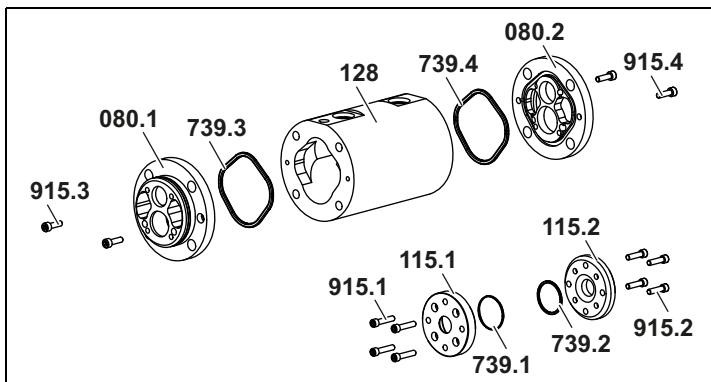

Abb. 12
- Komplettierung bestehend aus Zylinderschrauben **915.1/915.2**, Flanschen **115.1/115.2** und Dichtungen **739.1/739.2** entfernt. Übersicht siehe Abb. 12, Seite 35
1. Zylinderschrauben **915.3** und **915.4** entfernen, Lagerdeckel **080.2** abnehmen. O-Ring **739.4** entfernen, Übersicht siehe Abb. 12, Seite 35.